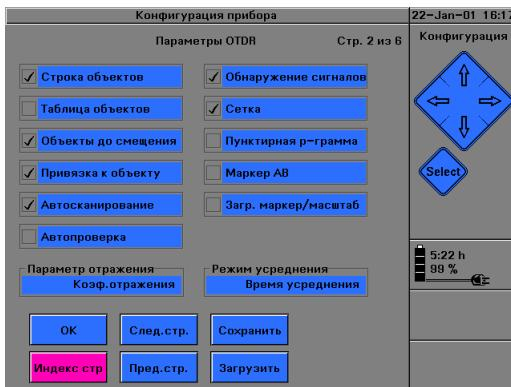

Рис. 48 Страница “Параметры OTDR”
- 1 Выберите команду Индекс стр и нажмите кнопку SELECT. Выберите Параметры OTDR. Появится страница с заголовком Параметры OTDR (Рис. 48).